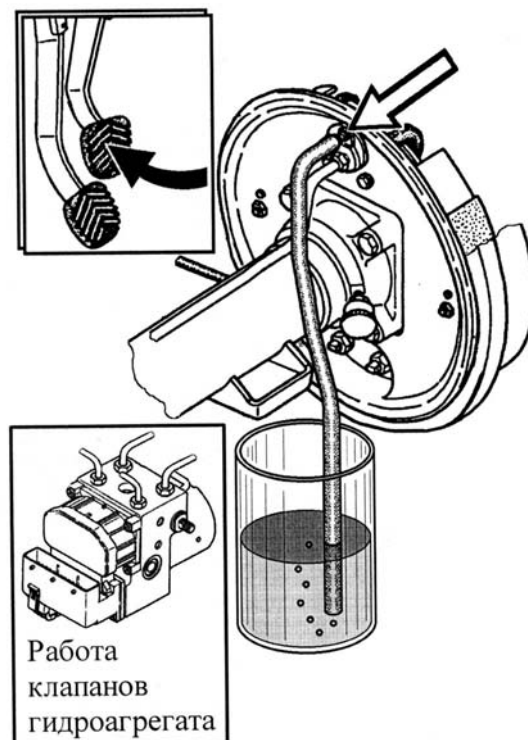

Рис. 8.3.8. Прокачка вторичного контура гидроагрегата
-в течение работы клапанов гидроагрегата (≈ 30 с) качать педаль тормоза, открывая клапан прокачки на 1-2 с при каждом нажатии на педаль тормоза (рис. 8.3.8);